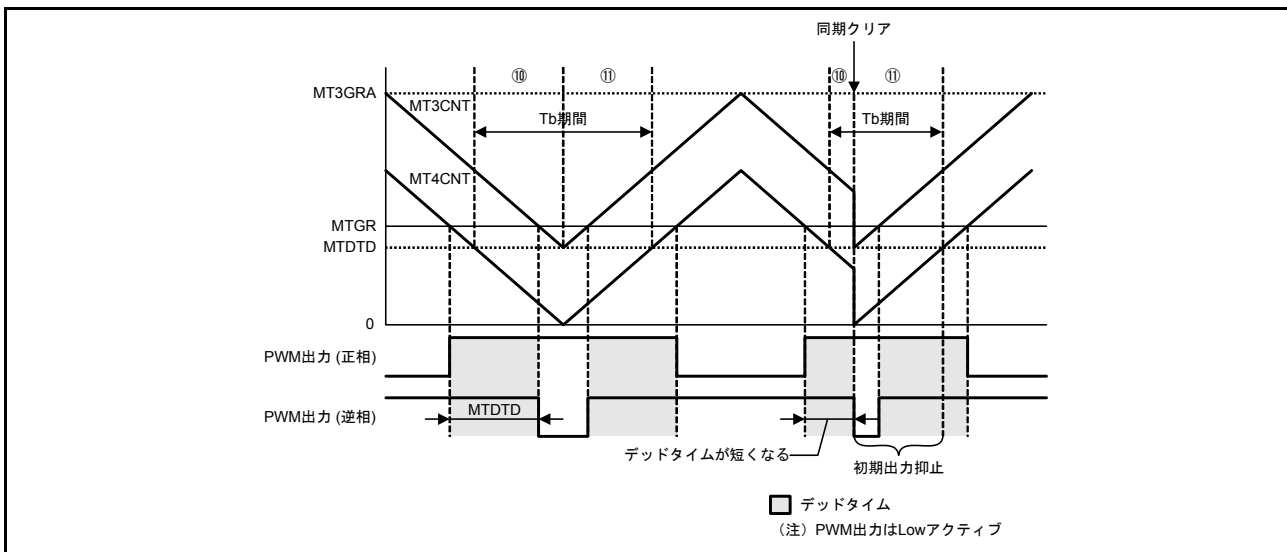

図 16.144 条件 (1) の同期クリア例
条件 (1) 初期出力の抑止期間⑩にて、PWM 出力がデッドタイム期間中に、同期クリアする (図 16.144)。